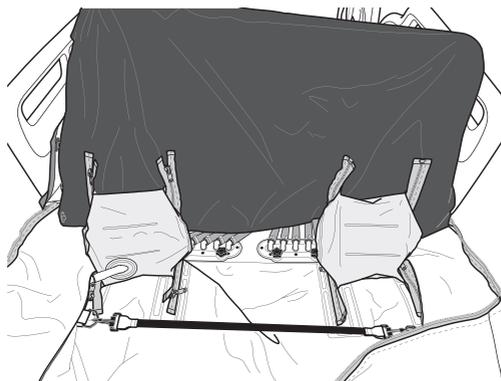

Рис. 6. Воздушные шланги под подушкой внутри матраса
4. Поднимите подушки (рис. 6) и посмотрите, как вставить разъемы воздушных шлангов надувного матраса в соединительные порты.